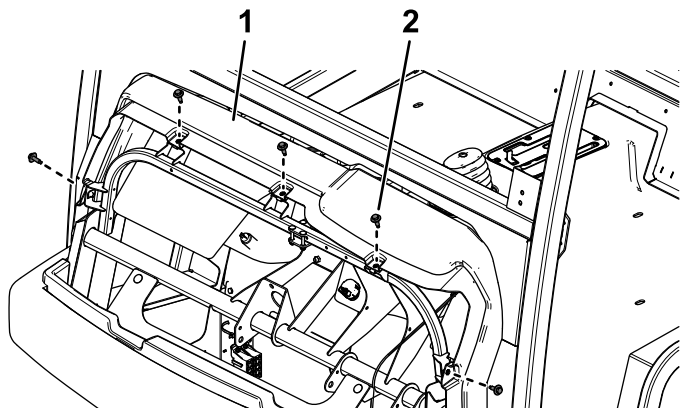

Bild 39
1. Nehmen Sie die fünf Sechskantschrauben vom Armaturenbrett ab (Bild 39).